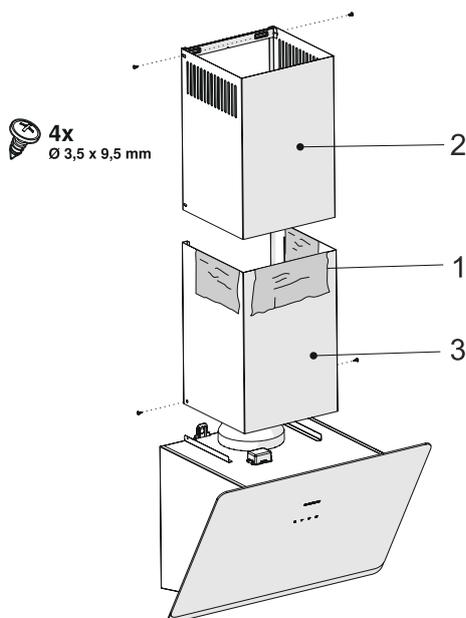

Fig. 14
- Se ci sono strati protettivi sui condotti, rimuoverli (Fig. 14 / 1).
- Tirando la canna fumaria superiore verso l'alto e avvitare alla piastra di connessione della canna fumaria attraverso i lati sinistro e destro ( Fig. 14 / 2 ).
- Montare la canna fumaria inferiore al corpo attraverso i lati sinistro e destro. (Fig. 14).